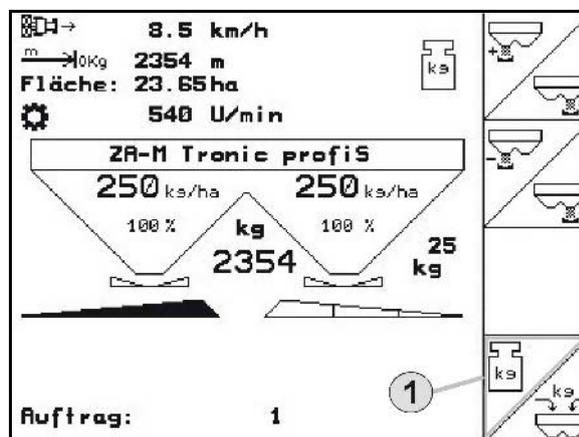
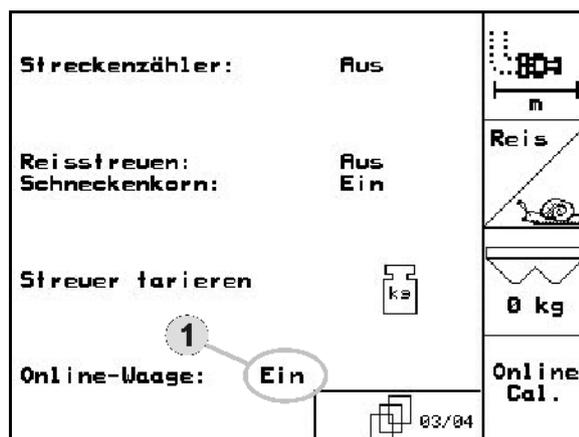

Fig. 63
Fig. 64
- 2.1 Desenroscar el tornillo de mariposa (Fig. 64/1) que sujeta el disco de dispersión y extraer el disco respectivo del eje del engranaje.
3. Colgar el recipiente colector (Fig. 64/2) por medio del gancho (Fig. 63/3) en los soportes (Fig. 64/4 y Fig. 64/5) del bastidor.